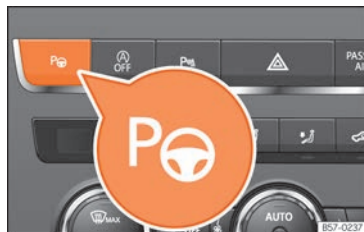

Abb. 195 Im oberen Teil der Mittelkonsole: Taste zum Einschalten des Parklenkassistenten.
Die Bestandteile des Parklenkassistenten sind die Ultraschallsensoren, die sich an den vorderen und hinteren Stoßfängern befinden, die Taste **P**  **Abb. 195** zum Ein- und Ausschalten des Systems und die Bildschirmanzeigen im Kombi-Instrument.
» **Abb. 196**. Außerdem erscheint die verkleinerte Ansicht der weiteren möglichen Einparkweisen » **Abb. 197**. Falls der vom System gewählte nicht mit dem gewünschten Modus übereinstimmt, können Sie durch erneutes Drücken der Taste **P** einen anderen wählen » **Abb. 195**.
- Drücken Sie die Taste **P** » **Abb. 195**. Bei eingeschaltetem System leuchtet eine Kontrollleuchte in der Taste **P** auf.